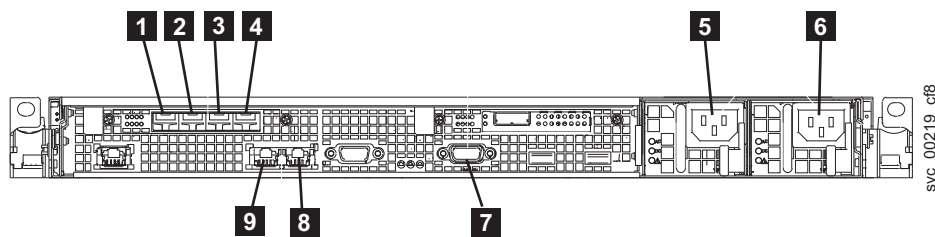

図 34. SAN ボリューム・コントローラ 2145-CF8 の背面にあるコネクタ
1. 図 34 を参照して、イーサネット・ケーブルをイーサネット・ポート 1 (8) およびイーサネット・ポート 2 (7) に接続します。